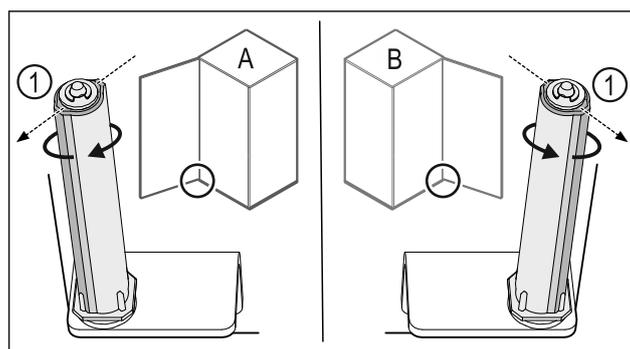

Fig. 50 Tope izquierdo (A) / tope derecho (B)
- ▶ Girar el sistema de cierre contra la resistencia hasta que el alma del sistema de cierre Fig. 50 (1) apunte hacia afuera.